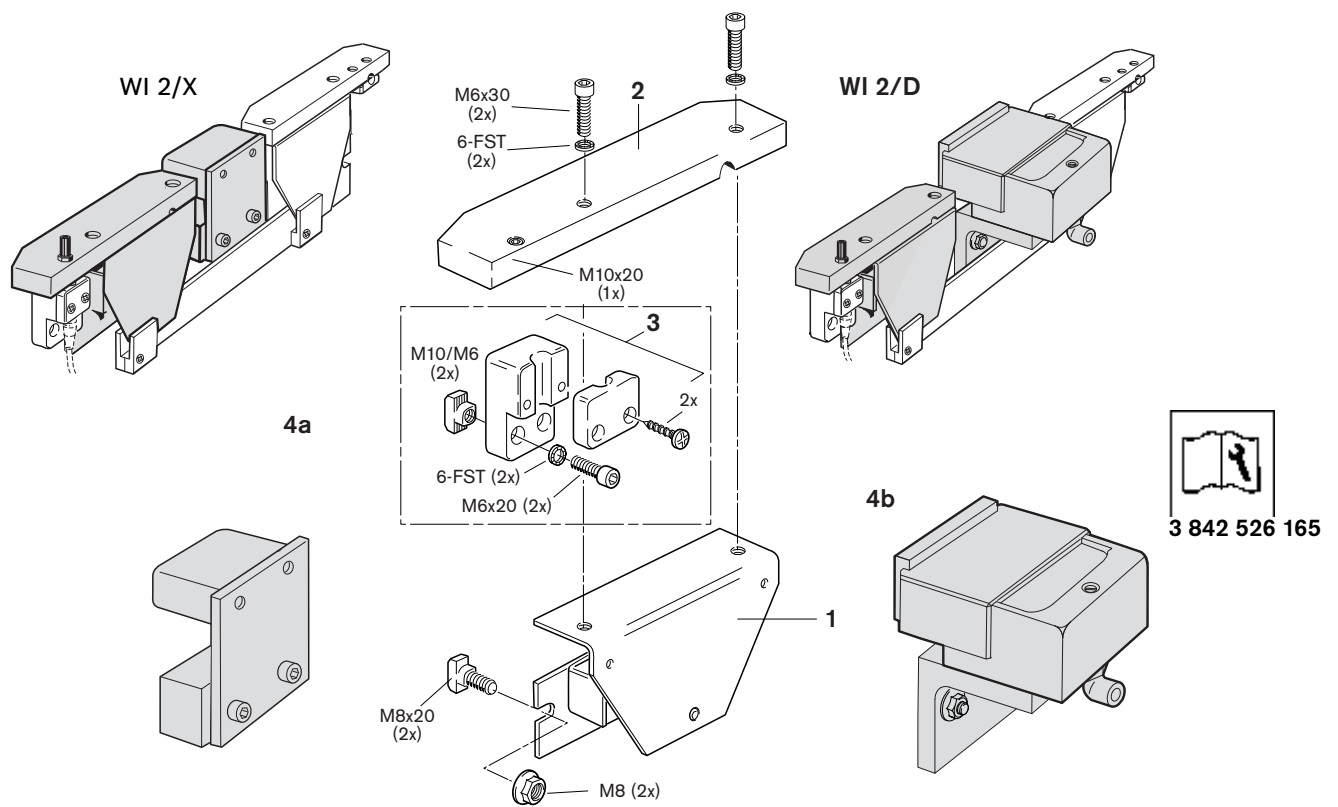

Fig. 1
I bilancieri WI 2/X e WI 2/D vengono consegnati con ammortizzatori (4a) e (4b), corpo del bilanciante (1), listello di arresto smontato (2), set di fissaggio completo e portainterruttori (Fig. 1). Gli **interuttori di prossimità** ed il **set di montaggio** non sono compresi nella fornitura. (EN 60947-5-2/2A12)
- listello di arresto (2)
- corpo del bilanciante (1)
- listello di raccordo (5)
Los balancines WI 2/X y WI 2/D se suministran con amortiguador (4a) y (4b), cuerpo del balancín (1), listón de tope desmontada (2), juego de piezas de fijación completo y portainterruptores (Fig. 1).
Os balancins WI 2/X e WI 2/D são fornecidos com amortecedores (4a) e (4b), corpo do balancim (1), barra de batente não montada (2), kit de fixação completo e suportes de interruptores (Fig. 1).